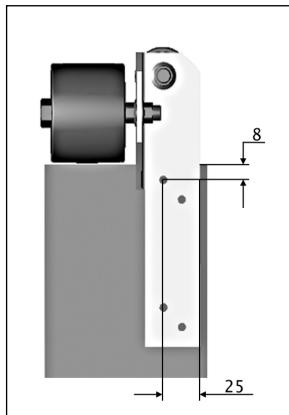

Рис.6.1 Установка направляющего ролика на правую шину.
6.1. Для предотвращения касания полотна роллеты верхних торцов направляющих шин необходимо закрепить направляющие ролики RGV/77. Крепление производится при помощи четырех самонарезающих винтов 3,5x9,5 (рис.6.1).